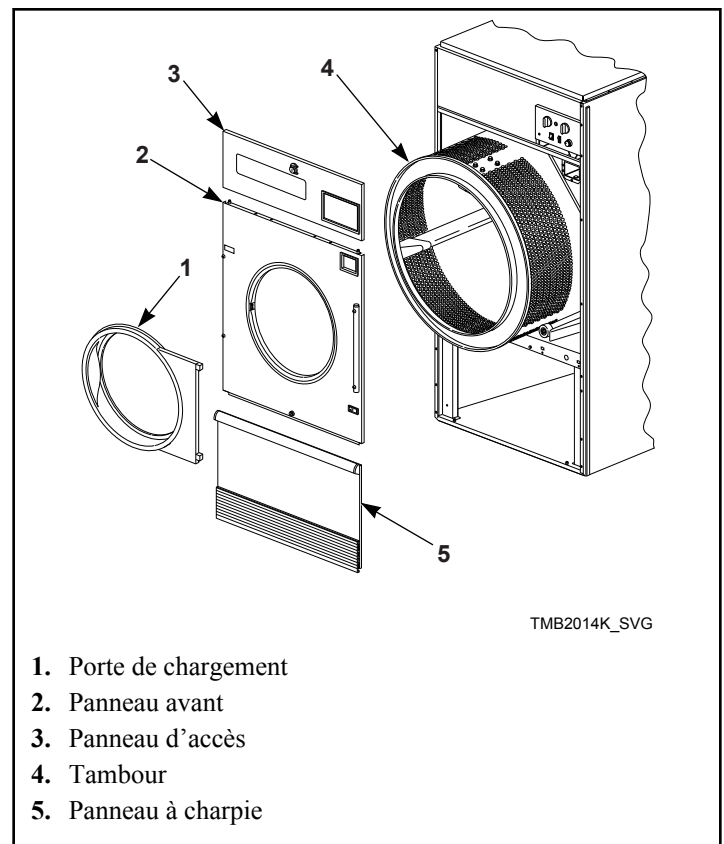

Figure 7
1. Retirer la porte de chargement, le panneau d'accès avant, le panneau avant et le panneau du compartiment à charpie. Se reporter à la *Figure 7*.
5. Retirer le cylindre par la partie avant du séchoir à tambour. Se reporter à la Figure 7 .